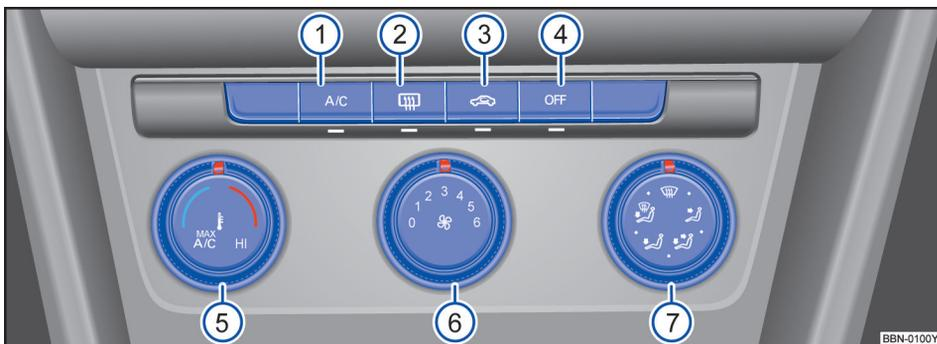

图 133 中控台上：电子手动空调的操作元件
– 按压按钮 → 图 133 ③，即可打开或关闭空气内循环模式。如果此按钮中的指示灯亮起，说明其处于打开状态。